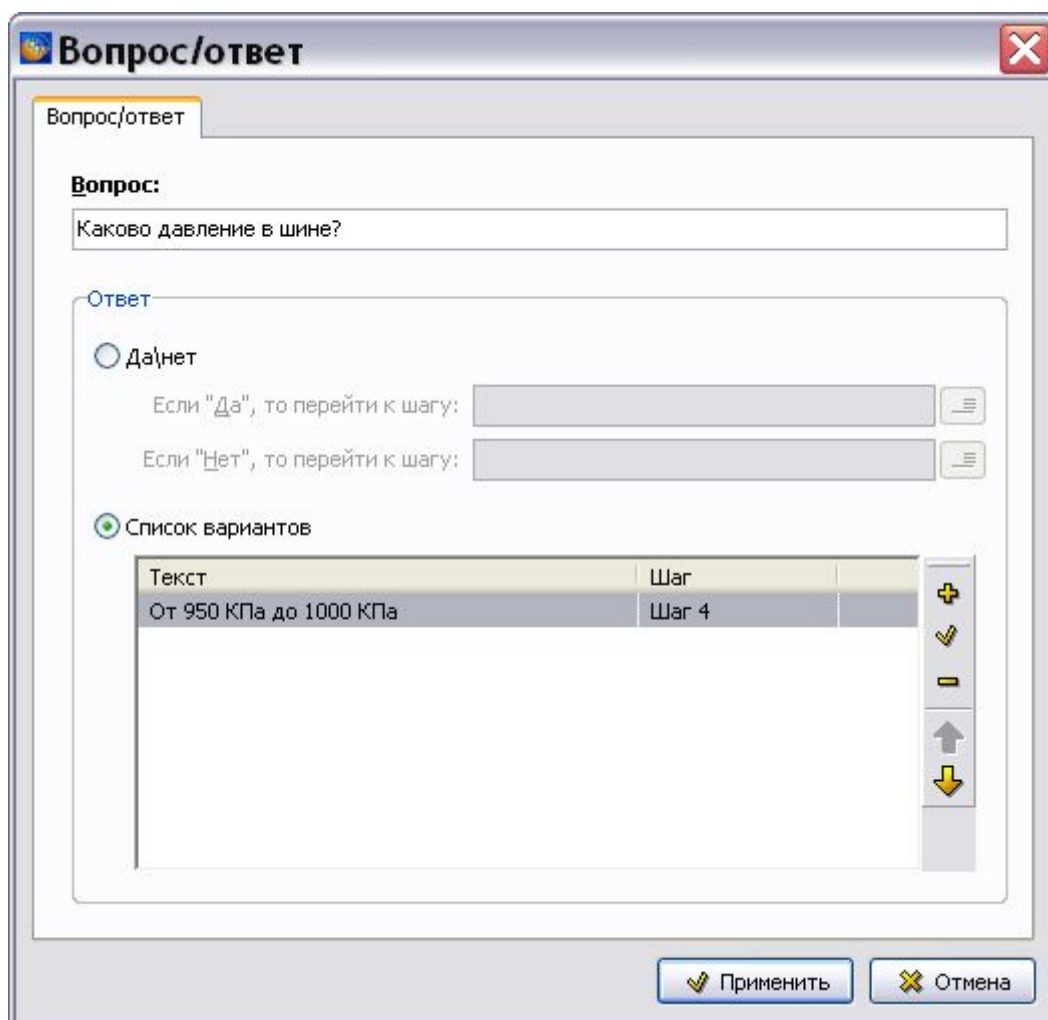

Рис. 6.35
12. Нажмите на кнопку . Соответствующая запись появится в диалоговом окне **Вопрос/ответ** (Рис. 6.35).